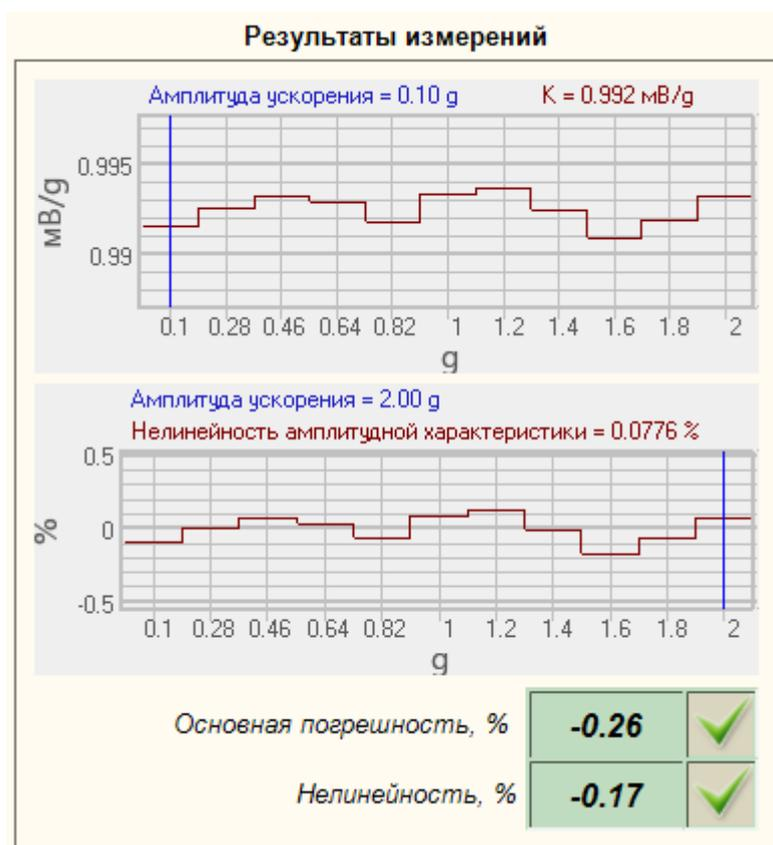

Рисунок 14 – Результаты измерений в амплитудном диапазоне
По результатам каждого измерения определяется основная погрешность вибропреобразователя (δ_{ai}) в процентах по формуле (3) и строится график «K(A)» (Рисунок 14).